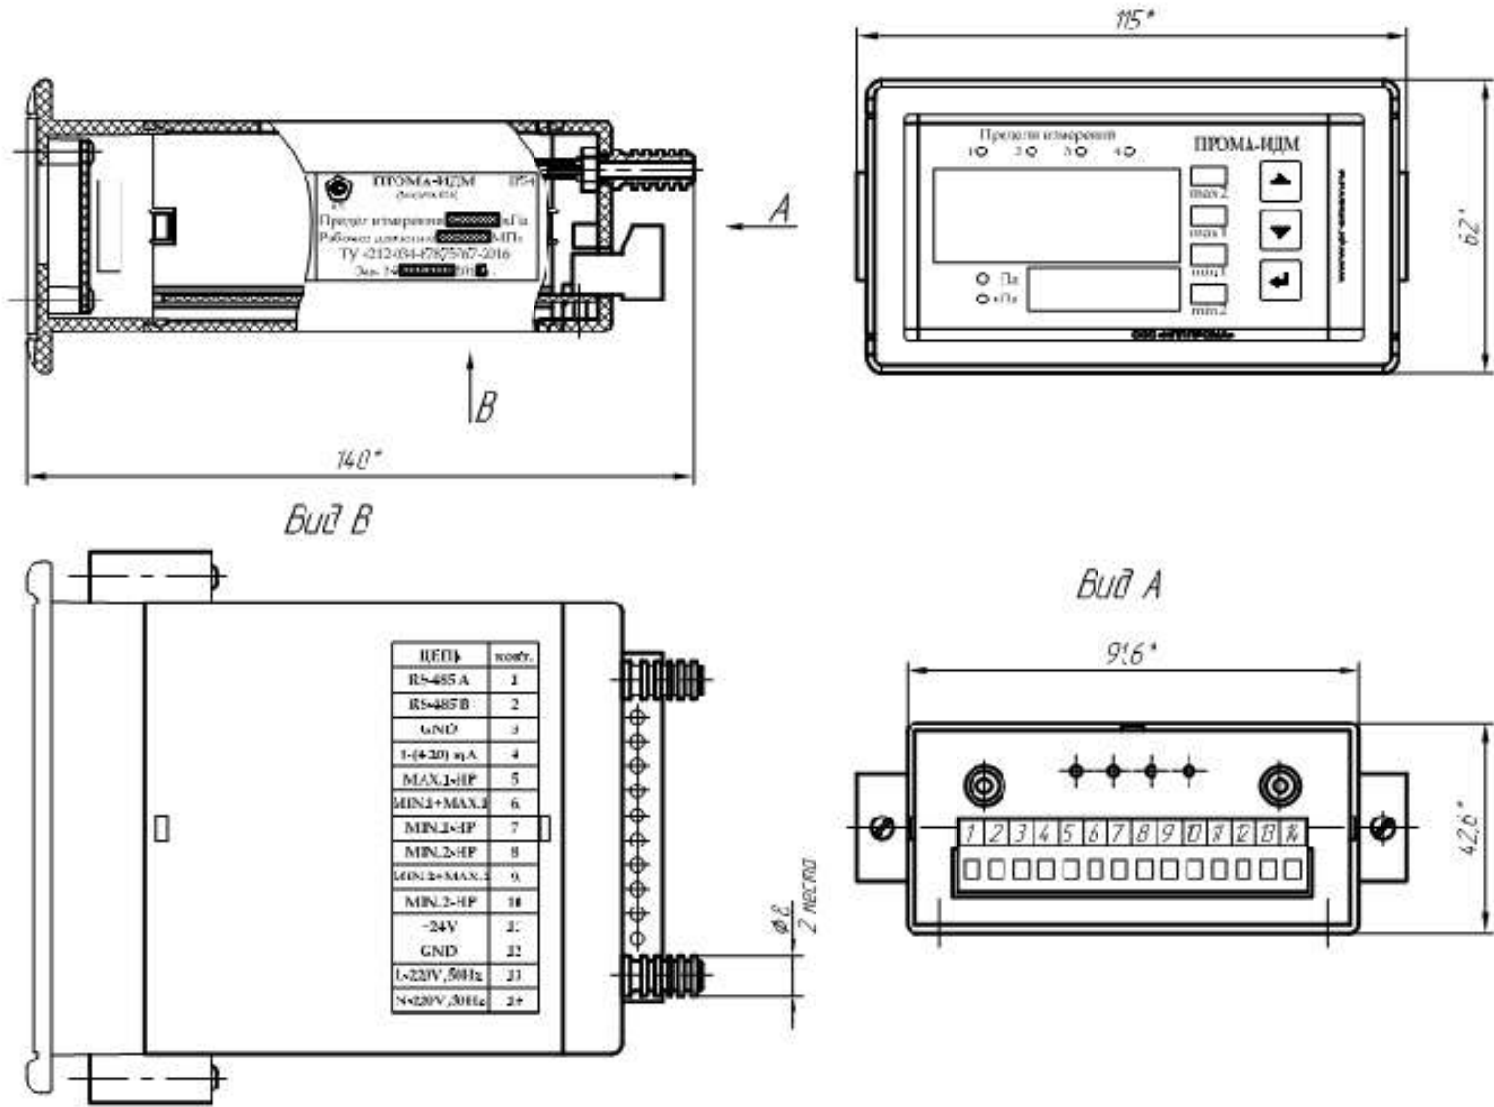

Рис. 1.2. Измеритель Прома-ИДМ-ДД. Щитовое исполнение. Габаритный чертеж.
- Рис. 1.2. Измеритель Прома-ИДМ-ДД Щитовое исполнение. Габаритный чертеж.